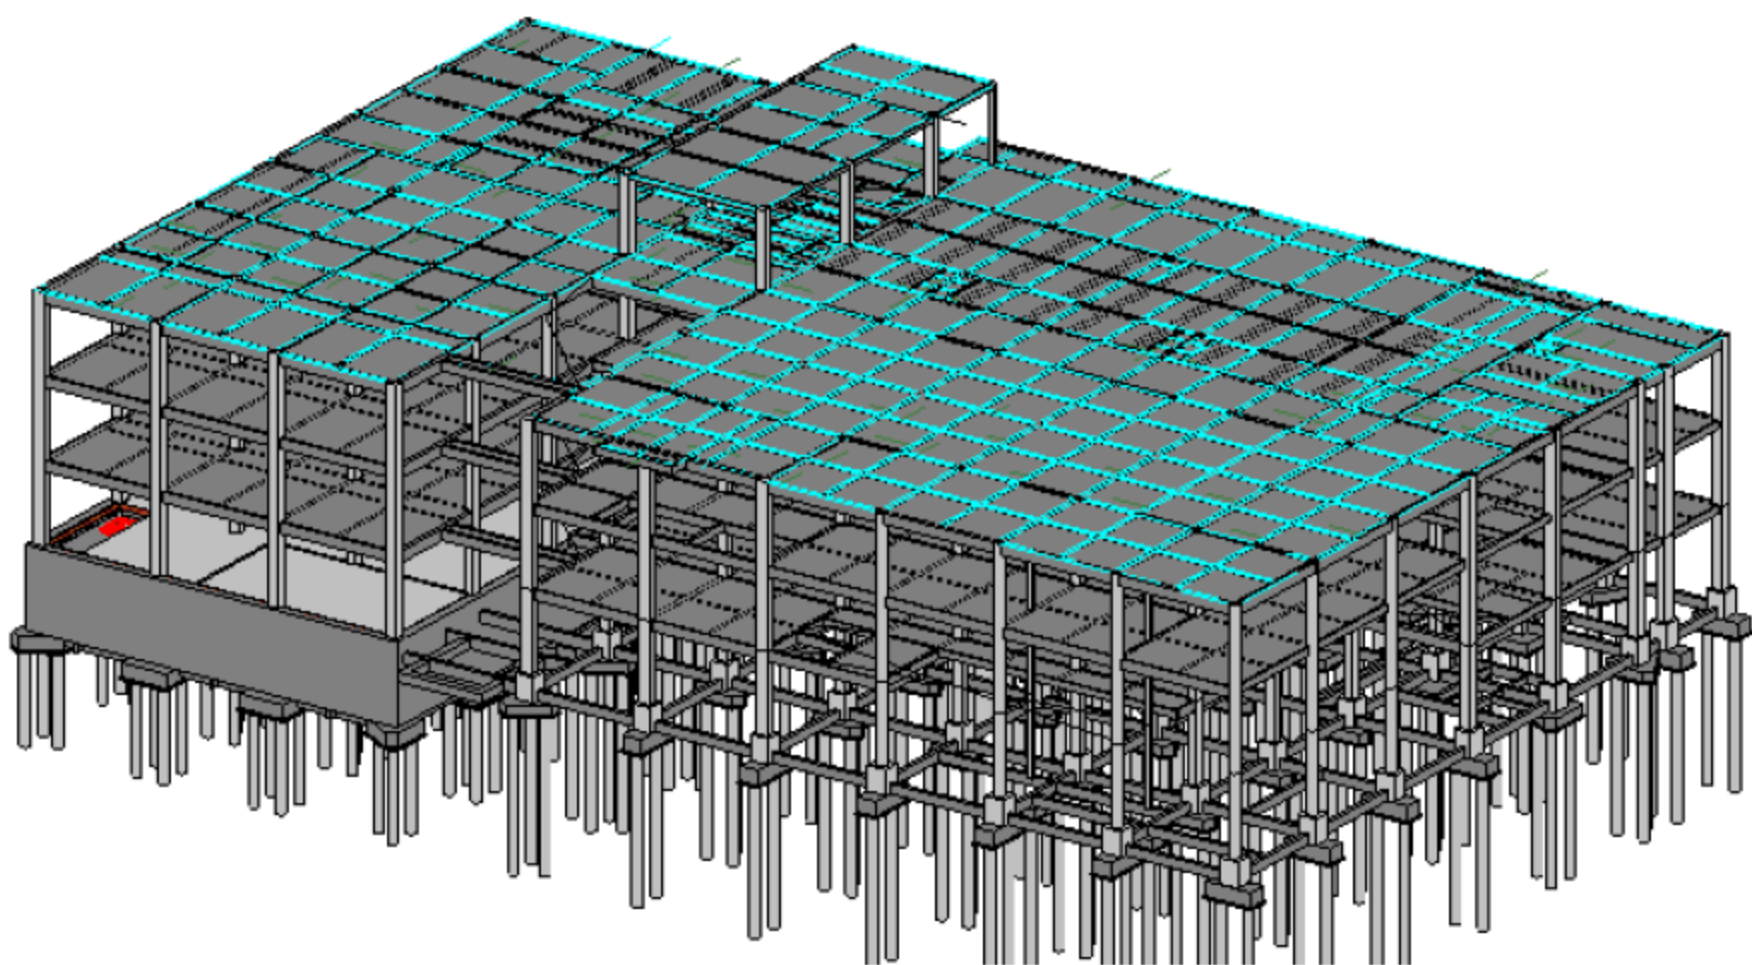

图 5.2.45 出屋面板 3D 效果图
(9) 结构：出屋面层的出屋面板绘制方法介绍完毕，剩余出屋面板按上述步骤即可完成，绘制完成后保存项目，3D 效果如图 5.2.45 所示。